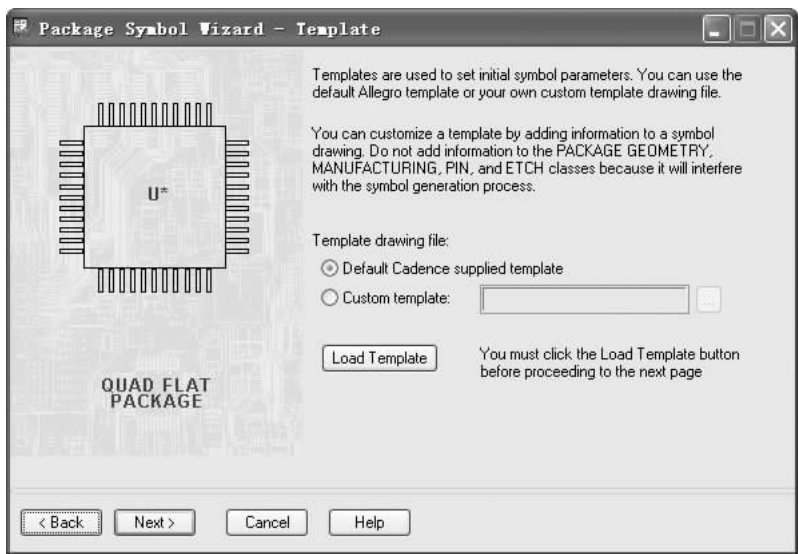

图 9-45 “Package Symbol Wizard – Template” 对话框
4) 选择“PLCC/QFP”选项，然后单击 **Next >** 按钮，将弹出“Package Symbol Wizard – Template”对话框，如图 9-45 所示，选择“Default Cadence supplied template（使用默认库模板）”选项，单击 **Load Template** 按钮，加载默认模板。